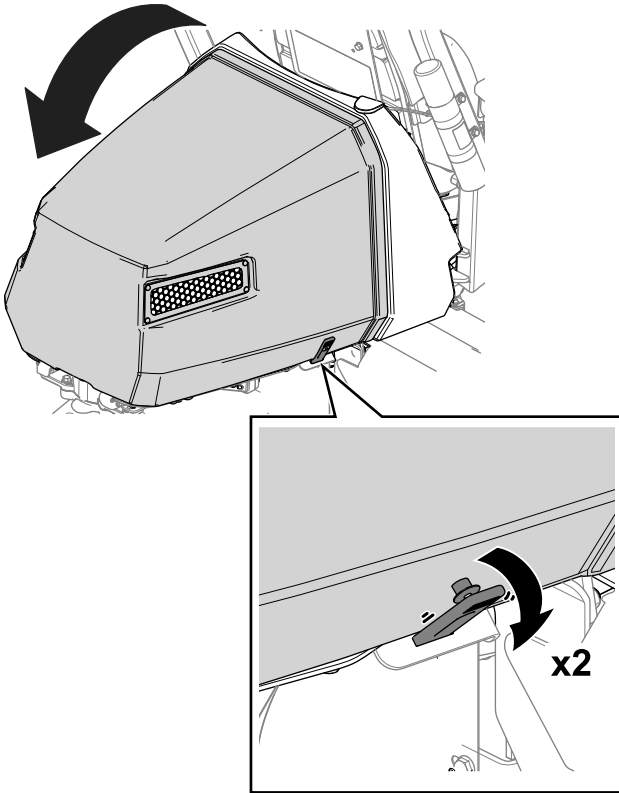

Figura 38
1. Abra los cierres en cada lado del capó (Figura 38).
2. Levante el capó (Figura 38).